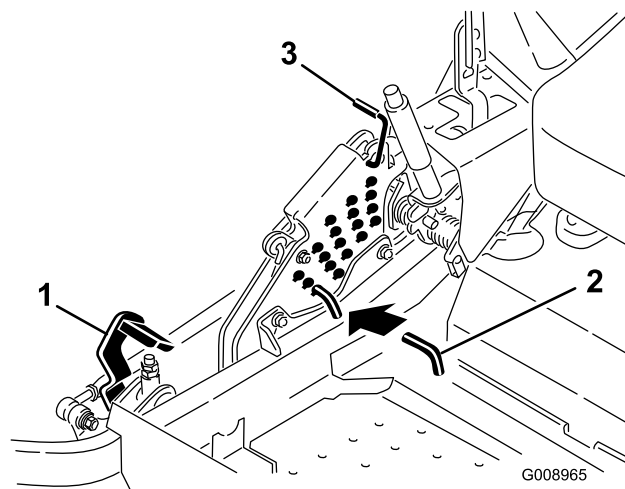

Bild 26
2. Treten Sie mit dem Fuß auf das Mähwerkhubpedal und heben Sie das Mähwerk in die Transportstellung an (auch die Schnitthöhe von 127 mm) (Bild 26).
3. Drehen Sie zum Einstellen den Stift um 90 Grad und nehmen ihn aus der Schnitthöhen-Halterung heraus (Bild 26).
4. Wählen Sie ein Loch in der Schnitthöhenhalterung, das der gewünschten Schnitthöhe entspricht, und stecken Sie den Lastösenbolzen wieder ein (Bild 26).